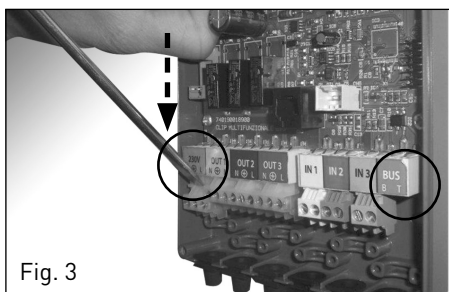

Fig. 3
- togliere delicatamente i due connettori all'estremità della morsetteria (fig. 3).